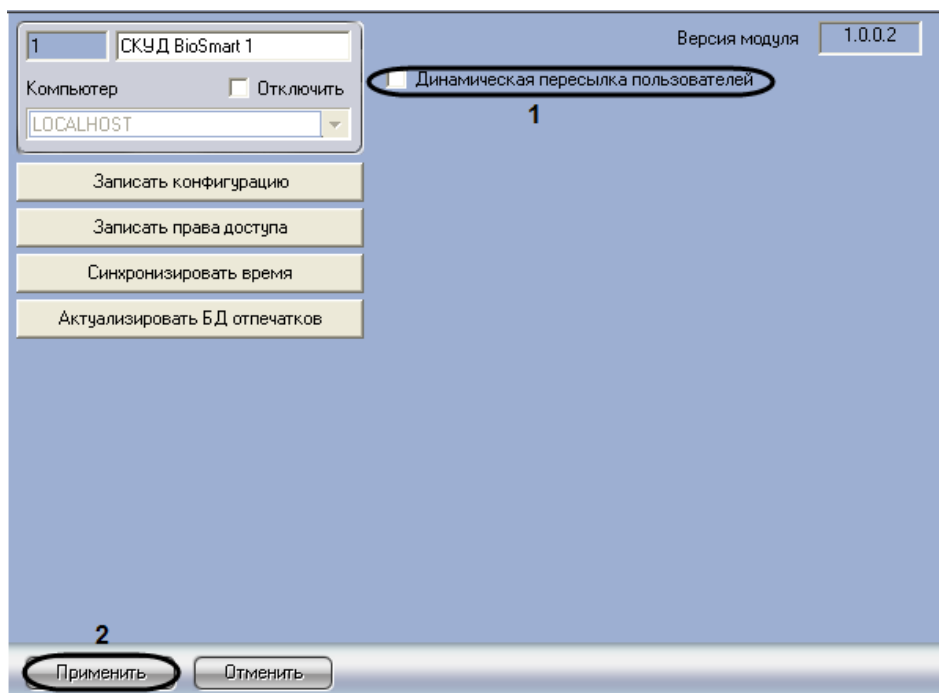

Рис. 3.8—1 Настройка динамической пересылки пользователей
1. Перейти на панель настроек объекта **СКУД BioSmart** (Рис. 3.8—1).
2. Установить флажок **Динамическая пересылка пользователей** (см. Рис. 3.8—1, 1).
3. Нажать на кнопку **Применить** (см. Рис. 3.8—1, 2).